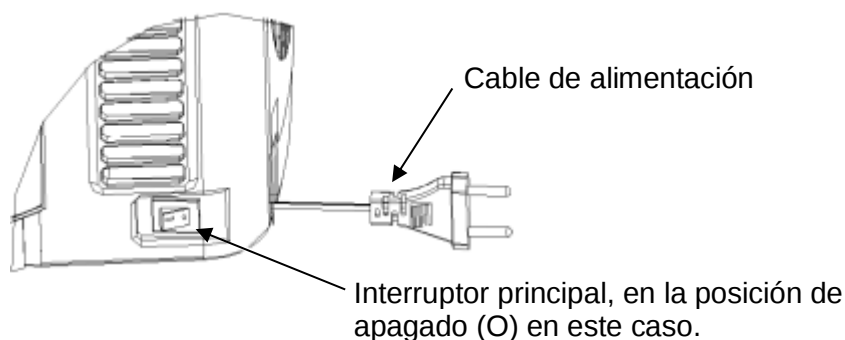

Figura 10
12. Tape el dispensador con la cubierta superior (consulte la etiqueta en la cubierta para más detalles). Enchufe el cable de alimentación al tomacorriente y accione el interruptor a la posición (–) para encender el dispensador de cerveza. Para apagar el dispensador sólo apriete el interruptor en la posición (O) y luego desenchufe el cable de alimentación (como se muestra en la Figura 10).